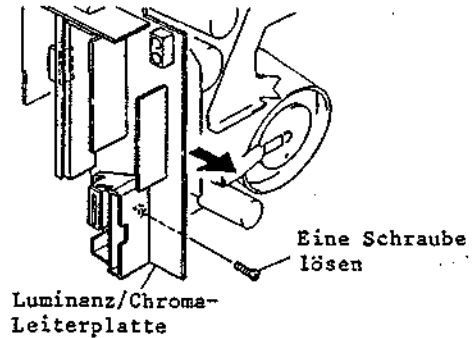

**Abb. 2-16 Ausbau der Luminanz/Chroma-Leiterplatte**
- 2-3 Ausbau der Luminanz/Chroma-Leiterplatte (Abb. 2-16, 2-17, 2-18)
4. Zwei (2) Laschen freigeben und die Abschirmung der Luminanz/Chroma-Leiterplatte abnehmen (siehe Abb. 2-16).
4. Die Luminanz/Chroma-Leiterplatte ausbauen (siehe Abb. 2-16, 2-17, 2-18).
5. Fünf (5) Stecker (CN415, CN416, CN603, CN903, CN2) abziehen.